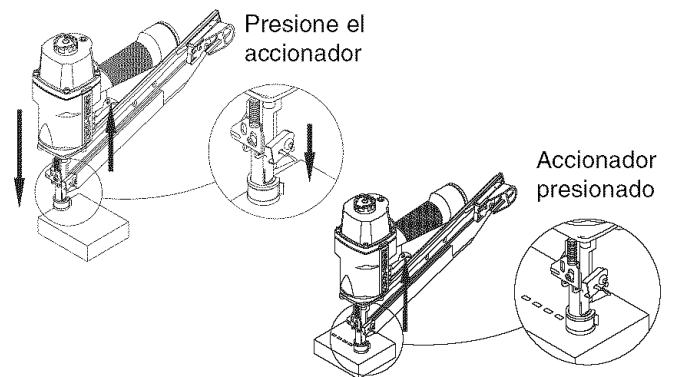

Figura 3 – Operación del Disparador de Contacto
- La herramienta de aire está equipada con un mecanismo de seguridad para el disparador de contacto (vea le Figura 3, página 10) que incapacita la herramienta a menos que el disparador de contacto se empuje contra el trabajo. Sujete el cuerpo firmemente y apriete el disparador de contacto sobre la pieza de trabajo, donde se va a aplicar el sujetador. Apriete el gatillo para clavar el sujetador en la pieza de trabajo.